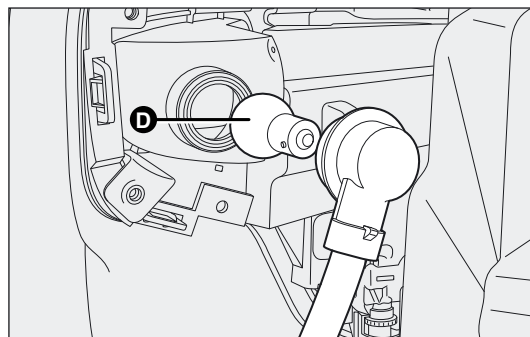

fig. 171
- ☐ verwijder de te vervangen lamp (met bajonetfitting) D-fig. 171 door hem iets in te drukken en linksom te draaien en vervang de lamp;